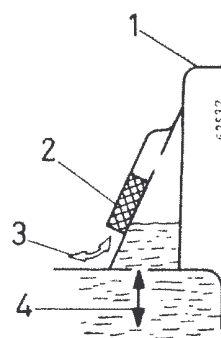

Fig. 73
A chaque vidange, vérifiez si le filtre du reniflard (2, Fig. 73) n'est pas colmaté par la poussière. Si tel est le cas, retirez l'élément (2) au moyen d'un crochet de fil de fer et nettoyez -le dans du combustible Diesel ou du pétrole. Séchez-le à l'air comprimé.